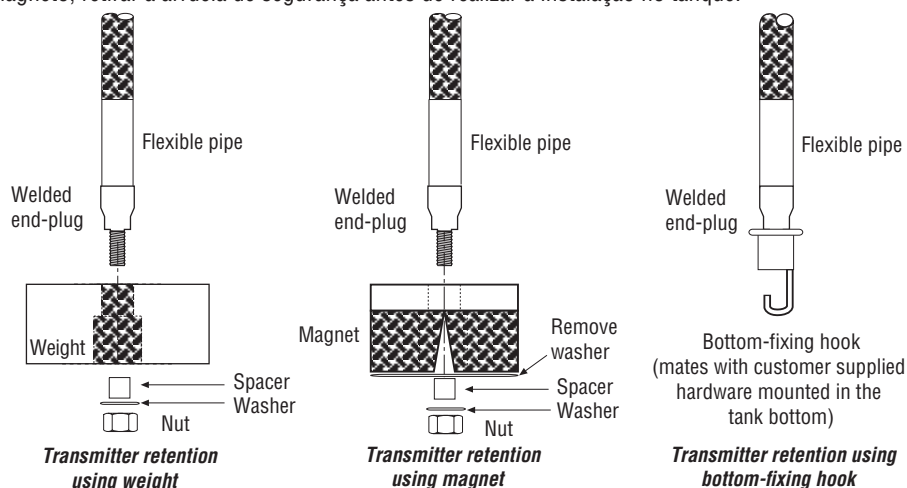

Figura 5. Equipamento para sujeição ao fundo
3. Realizar a montagem do gancho, contrapeso ou magneto à seção soldada da tampa terminal da haste (quer dizer, a seção rígida inferior da haste) utilizando a porca, a arruela de separação e a arruela de segurança providas e coloque tensão até ficar firme, segundo se amostra na Figura 5. No caso do magneto, retirar a arruela de segurança antes de realizar a instalação no tanque.